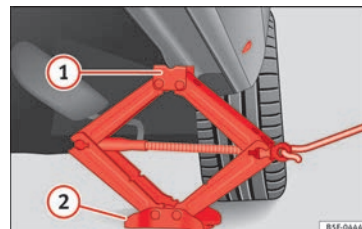

Fig. 75 Bas de caisse : placement du cric du véhicule.
- Tournez le cric*, placé sous le point d'appui du bas de caisse, pour le lever jusqu'à ce que l'ergot ① » fig. 75 se trouve sous le logement en plastique prévu à cet effet.
- Alignez le cric* de sorte que l'ergot ① « s'encastre » dans le logement en plastique prévu à cet effet sur le bas de caisse et que la plaque de base mobile ② repose sur le sol. La plaque de base ② doit tomber à la verticale par rapport au point d'appui ①.